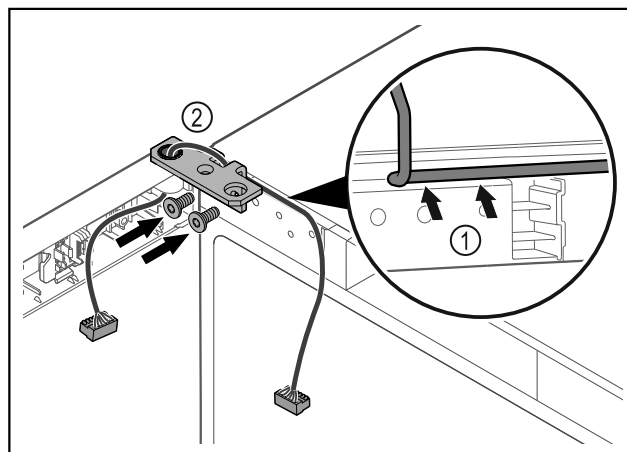

Fig. 63
- ▶ Sæt kablet gennem hængselvinklens udsparring, og træk det forsigtigt Fig. 63 (1).
- ▶ Skru hængselvinklen Fig. 63 (2) på.